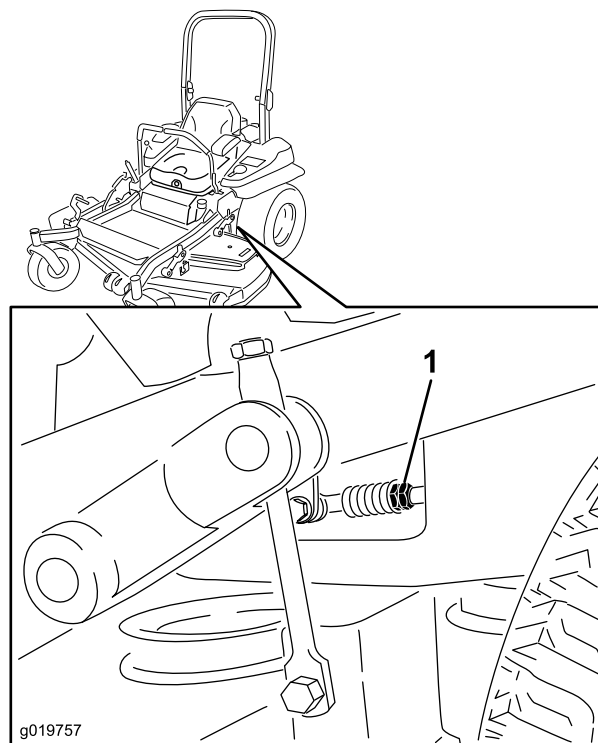

Figura 85
- Portate le leve di controllo del movimento in posizione di folle. Regolate la lunghezza dell'asta di controllo della pompa facendo girare nella direzione opportuna i due dadi sull'asta, finché le ruote si spostano leggermente indietro (Figura 85). Spostate le leve di controllo del movimento in posizione di retromarcia e applicate una leggera pressione alla leva per consentire alle molle dell'indicatore di retromarcia di riportare le leve in folle. Le ruote non devono più girare o spostarsi leggermente indietro.